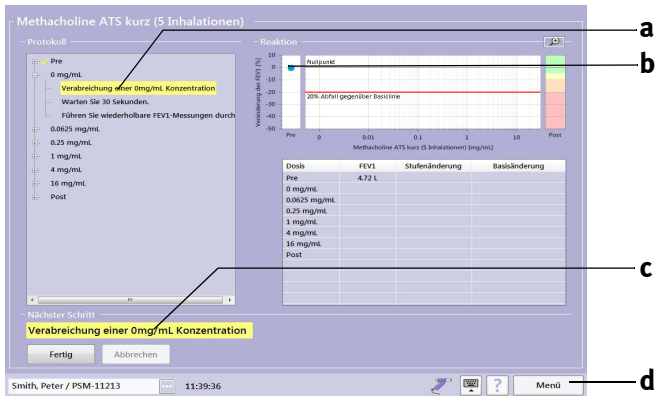

Abb. 3-25 Protokollbild
- Führen Sie jetzt die nächste Teststufe durch (**c**, Abb. 3-25) und bestätigen Sie mit **Fertig**.